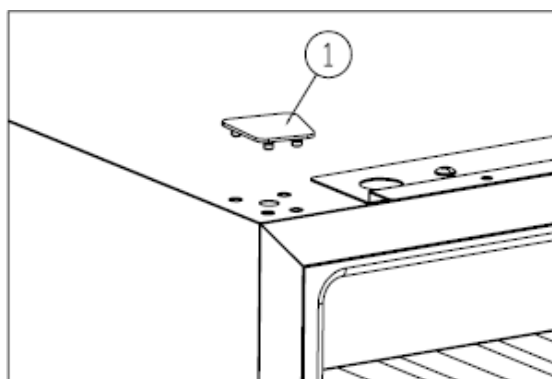

Рис. 3
Снимите заглушку (1) (Рис. 3).